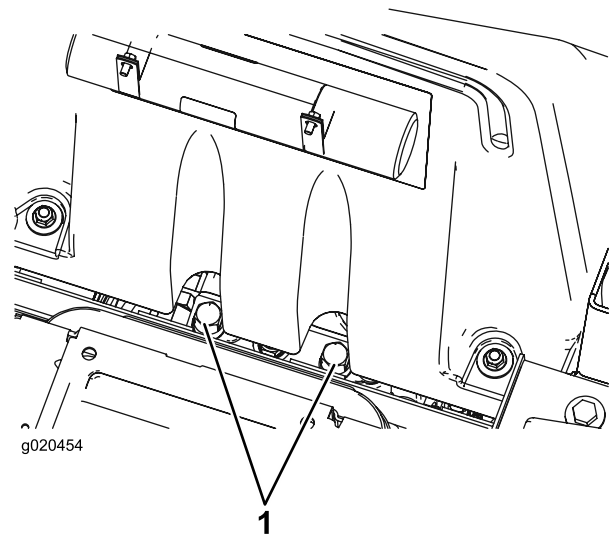

Bild 52
1. Klappen Sie den Sitz hoch und ermitteln Sie die Sicherheitsventile, die sich unter der Vorderseite des Kraftstofftanks befinden (Bild 52).